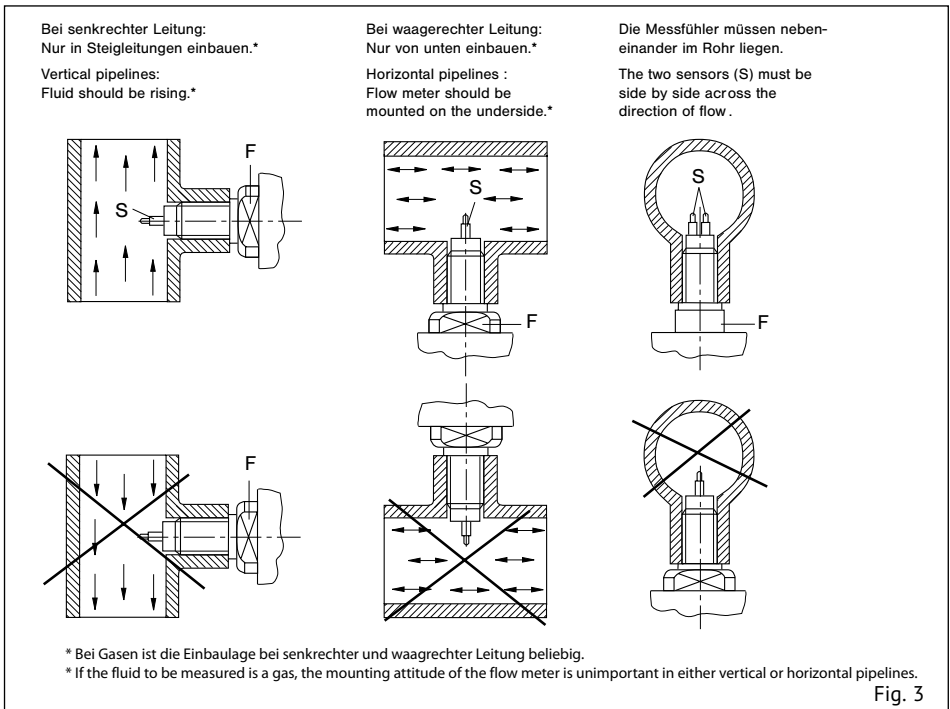
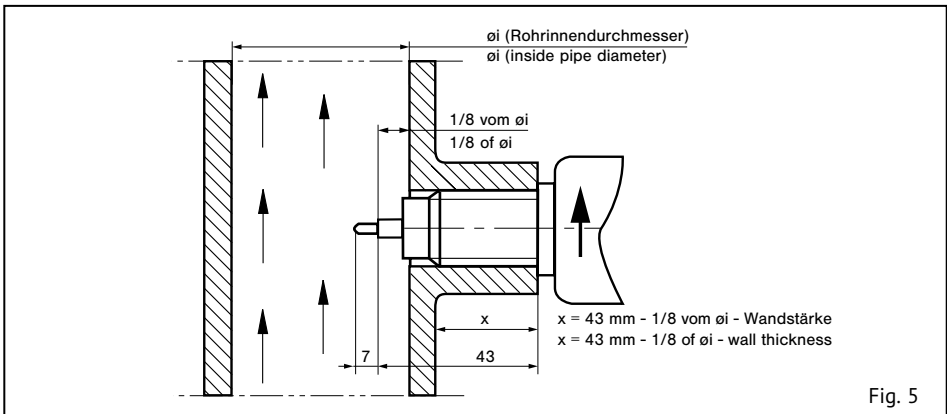

Fig. 3
Fig. 5
- Den Einbauort wie folgt wählen (siehe Fig. 3):
- The flow meter should be installed in the pipe in accordance with the following conditions (see fig. 3):
Die beiden Messfühler (S) müssen im eingebauten Zustand nebeneinander im Strömungsmedium liegen. Dies ist der Fall, wenn die Schlüsselansatzflächen (F) parallel zur Rohrleitung stehen (siehe Fig. 3). Bis 56 mm Rohrinne Durchmesser sollte der Einschraubstutzen bündig mit der Rohrinne wand sein. Größer 56 mm Rohrinne Durchmesser sollte die Fühlermitte (schräger Absatz) auf 1/8 des Rohrinne Durchmessers eingeschraubt werden. Der Pfeil (Laserbeschriftung) an der Seite des Gehäuses muss in Strömungsrichtung zeigen (siehe Fig. 5).
The two sensors (S) of the flow meter must be aligned side by side directly across the direction of flow. The sensors are correctly positioned when the wrench flats (F) are aligned parallel with the pipe (see fig. 3). For inside pipe diameters up to 56 mm (2.2 in) the shaft end should be in line with the inner pipe wall. For inside pipe diameters above 56 mm (2.2 in) the shoulder of the two sensors (7 mm (0.28 in) from the tip) should be positioned at 1/8 of inside pipe diameter \varnothing i. The arrow (laser marking) at the side of the housing must show in direction of flow (see fig. 5).
Die beiden Messfühler (S) müssen im eingebauten Zustand nebeneinander im Strömungsmedium liegen. Dies ist der Fall, wenn die Schlüsselansatzflächen (F) parallel zur Rohrleitung stehen (siehe Fig. 3). Die Fühlermitte (schräger Absatz) sollte bei 1/8 des Rohrinneindurchmessers positioniert werden. Der Pfeil (Laserbeschriftung) an der Seite des Gehäuses muss in Strömungsrichtung zeigen (siehe Fig. 7).
The two sensors (S) on the flow meter must be aligned side by side directly across the direction of flow. The sensors are correctly positioned when the wrench flats (F) are aligned parallel with the pipe (see fig. 3). The shoulder of the two sensors (7 mm (0.28 in) from the tip) should be positioned at 1/8 of inside pipe diameter $\varnothing i$. The arrow (laser marking) at the side of the housing must show in direction of flow (see fig. 7).